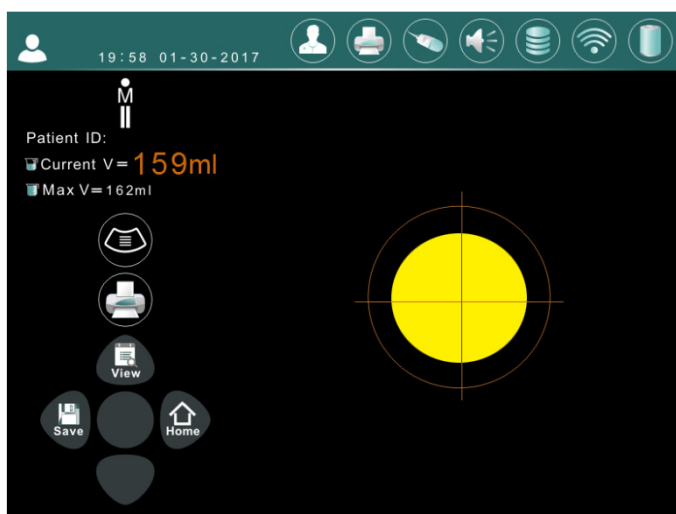

Bild 7-9 Interface för skannat resultat
7.6.1 Interface för skannat resultat visas i Bild 7-9, indikerar nuvarande mätresultat och positions läget.